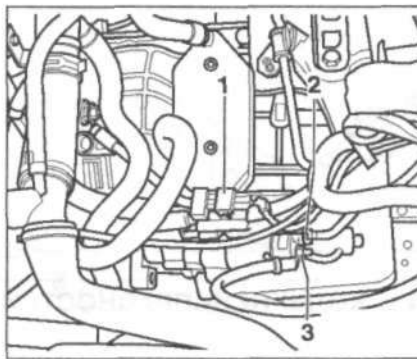

Рис. 12.3. Отсоедините разъем проводки 1 и освободите его из фиксатора. Отсоедините разъем проводки 2 цепи 50 и провод 3 цепи 30 от электромагнита стартера.
2. Отсоедините разъем проводки 1 и освободите его из фиксатора (рис. 12.3). Отсоедините разъем проводки 2 цепи 50 и провод 3 цепи 30 от электромагнита стартера.